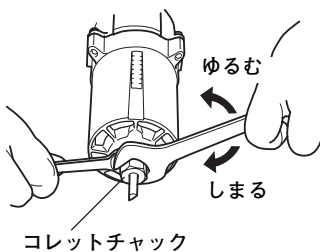

図 5
- (2) コレットチャック穴にビットを深く(コレットチャック端面から15mm以上)さし込み、付属のスパナでコレットチャックを固く締付けます。(図5)